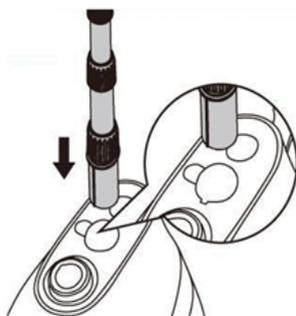

Рис. 2
2. Установите телескопическую стойку в отверстие фиксатора, нажав кнопку PUSH (Рис. 2 и 3).